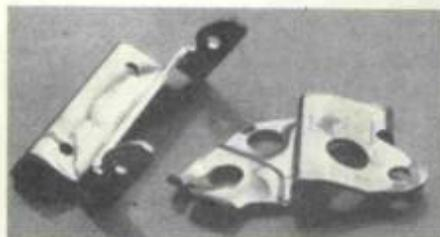

Fig. 8. Depósito cinza até preto produzido em banho de zinco tratado com água oxigenada com valor pH excessivamente baixo.
É crença generalizada que acidulando a solução do banho e adicionando água oxigenada, o ferro (II) em solução, se oxidará para ferro (III) e a seguir precipitará totalmente em forma de hidróxido. Na prática, a adição de água oxigenada, estando o banho com baixo valor de pH, provocará camadas eletrodepositadas de cor cinza escuro (Fig. 8 e 9).